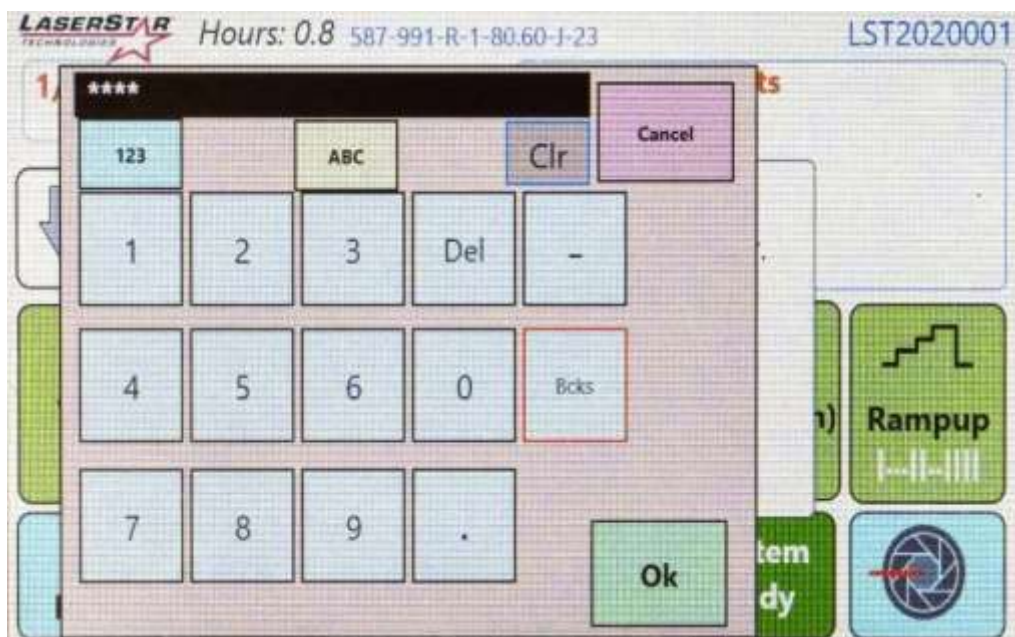

図 84
- 4 数字キーパッドが表示されます (図 84)。
- 5 デフォルトの PIN 番号 (2013) を入力し、[OK] ボタンを押します (図 84)。
- 5 デフォルトの PIN 番号 (2013) またはユーザー PIN 番号を入力し、[OK] ボタンを押します (図 84)。